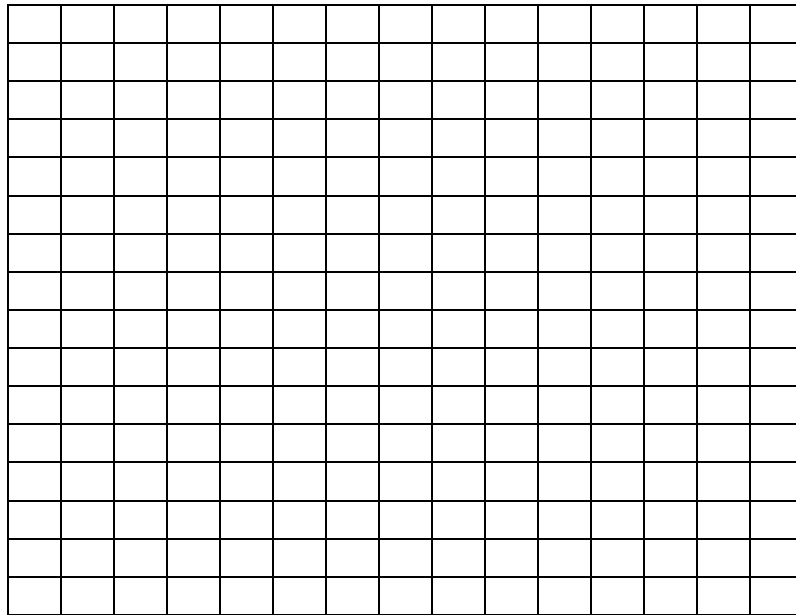

Figura 2 - Sinais v_i e v_o obtidos experimentalmente
3. Desenhar o sinal de entrada v_i sincronizado com o sinal de saída v_o , indicando os seus pontos notáveis, no gráfico mostrado na figura 2.